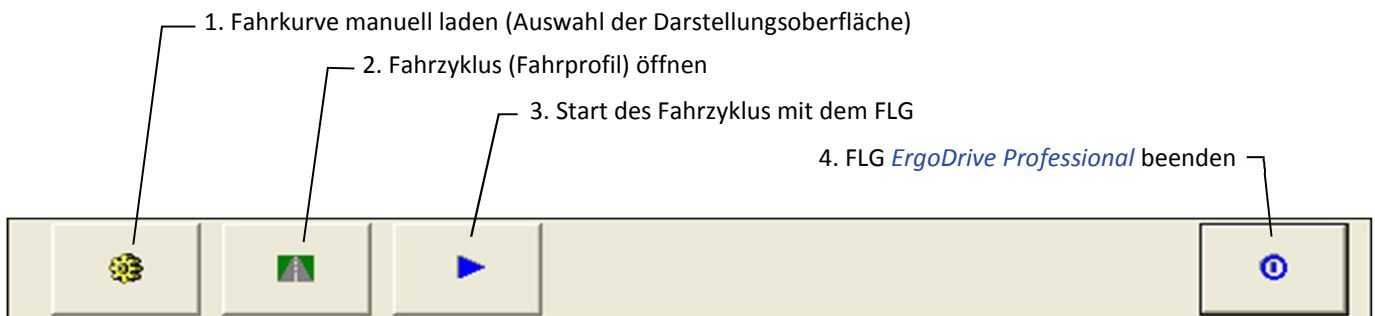

Abbildung 10: Bedienleiste des FLG nach Programmstart
Nach dem Programmstart erscheint die FLG-Oberfläche. Unterhalb der Oberfläche befindet sich die Bedienleiste (FLG-Client), Abbildung 10, mit der die Bedienung des FLG *ErgoDrive Professional* und die Auswahl der Fahrzyklen (Fahrprofile) erfolgen.
5.  **Fahrzyklus beenden:** Der Fahrzyklus und das Mitprotokollieren (loggen, optional) der Messwerte wird beendet. Ein Abfragefenster verhindert das unbeabsichtigte Beenden während des Versuchs, z.B. durch unbeabsichtigtes Anklicken der Schaltfläche mit der Maus. Bestätigen Sie mit „Ja“, wenn Sie den Fahrzyklus beenden wollen bzw. mit „Nein“, wenn Sie den Fahrzyklus fortsetzen möchten. Beim Beenden des Fahrzyklus springt das FLG automatisch an den Anfang des geladenen Fahrzyklus. Die Funktionen der Bedientasten wechselt wieder, wie in Abbildung 10 dargestellt.